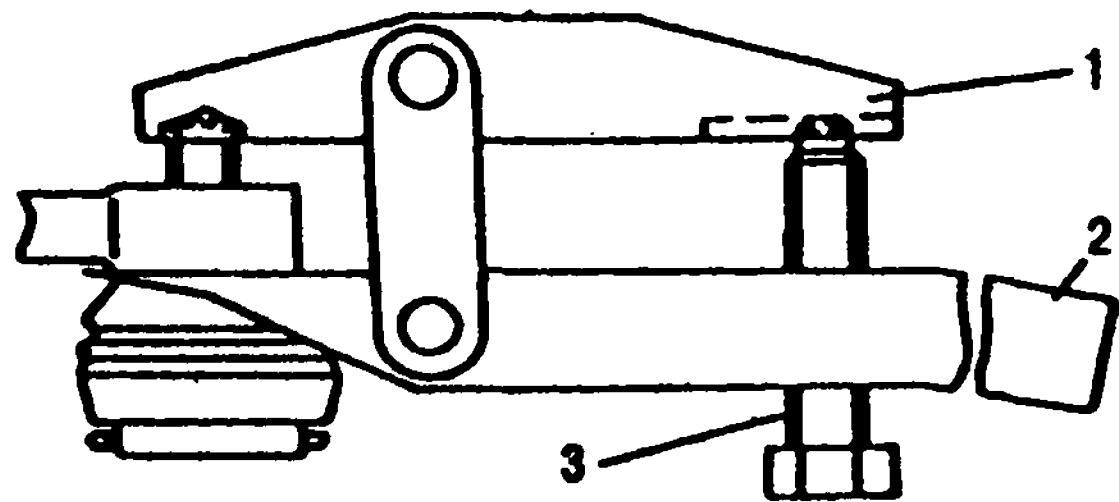

Рис. 10.21. Выпрессовка пальца шарового шарнира из поворотных рычагов и бобышек тяги сошки съемником: 1 и 2 - рычаги; 3 - болт
- отсоединить шарниры от поворотных рычагов, используя съемник (рис. 10.21).